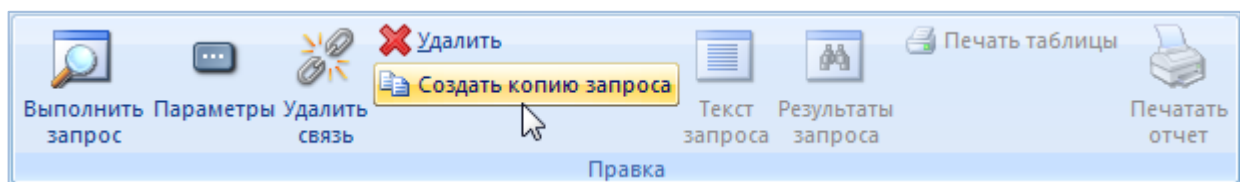

Рис. 7-14 – Кнопка «Создать копию запроса» панели «Правка»
- 2) Выбрать запрос в рабочем окне «Анализ данных» и нажать кнопку «Создать копию запроса» панели «Правка» (рис. 7-14).